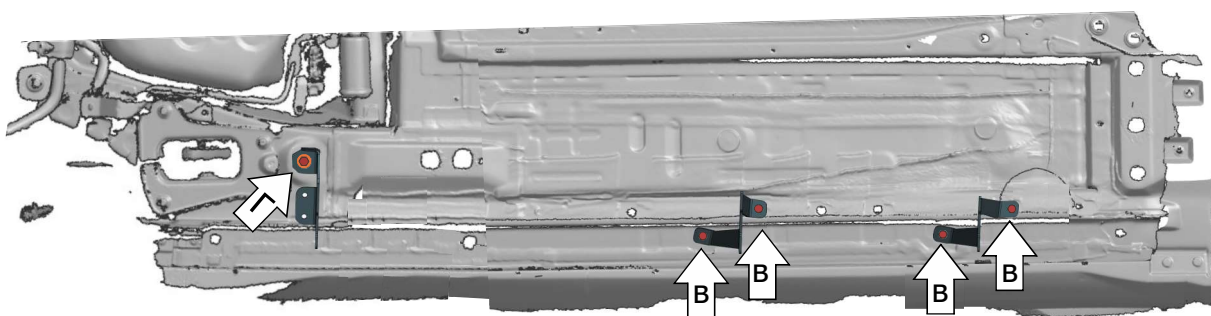

Рис. 4
3. При помощи болта M10x30, шайб 10 и шайб 10 гроверных закрепить задний левый кронштейн к установленной гайке закладной M10 (Г) (Рис. 4).
4. При помощи болтов M8x30, шайб 8 и шайб 8 гроверных закрепить средний левый и передний левый кронштейн к установленным гайкам закладным M8 (В) (Рис.4). **Обратите внимание:** Стрелка (вырез) на среднем и переднем кронштейне должна быть направлена в сторону порогов. Отличительная черта переднего кронштейна - небольшой полукруглый вырез на боковой грани.